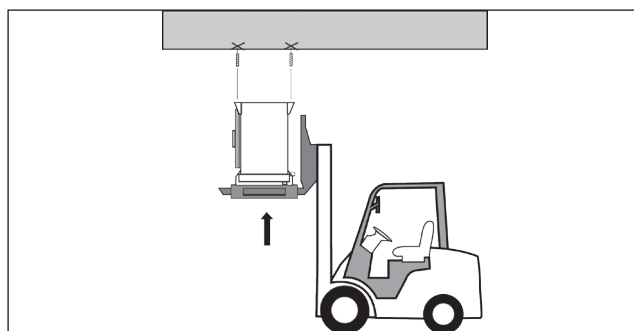

Рис. 9.2
2. Поднимите воздухоохладитель к месту крепления, используя транспортный поддон (Рис. 9.2).